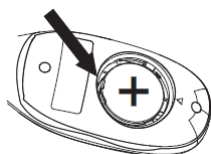

Figura 4
3. Use um objeto não metálico (como uma caneta) para remover a bateria antiga (veja a Figura 4). Descarte a bateria conforme a legislação.